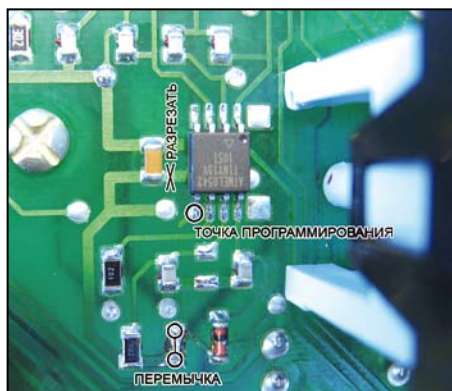

Рисунок 1. Два варианта печатных плат комбинации приборов
4. Разрежьте печатную дорожку как показано на рис. 1.
5. Удалите резистор 1кОм и установите вместо него перемычку (см. рис. 1).
6. Припаяйте микросхему Tiny13 как показано на рис. 1.